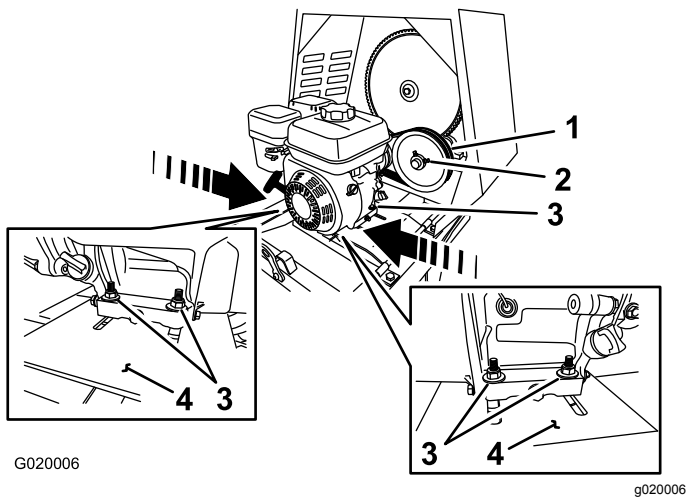

Figura 68
- Afloje los pernos y las tuercas que sujetan el motor a la chapa del motor (Figura 68).
- **Para aumentar la holgura**—Aleje el motor de la polea tensora (Figura 68).
- **Para reducir la holgura**—Acerque el motor a la polea tensora (Figura 68).